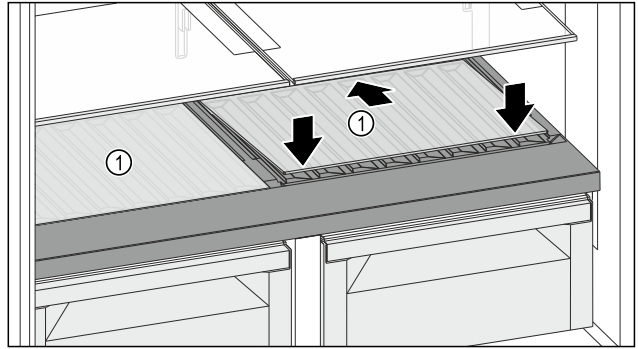

Fig. 132
- Cam rafı Fig. 132 (1) eğri bir şekilde ve arka aşağıya doğru eğimli olarak yerleştirin.
► Cam rafı Fig. 132 (1) önde indirin.